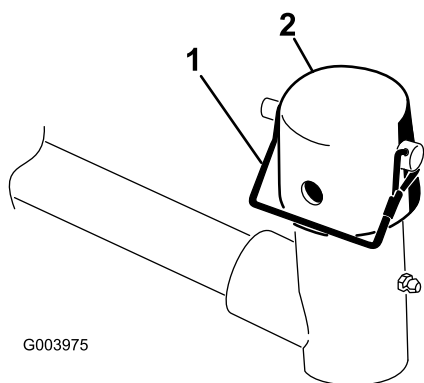

図 10
7. 昇降アームのピボットヨークからスナッパピンとキャップを取る 図 10。
11. スナップピンを使って、キャップとキャリアフレームのシャフトとを昇降アームのヨークに固定する。カッティングユニットをステアリングモードで使う場合はスロットを使い、固定モードで使用する場合には、穴を使う図 10。